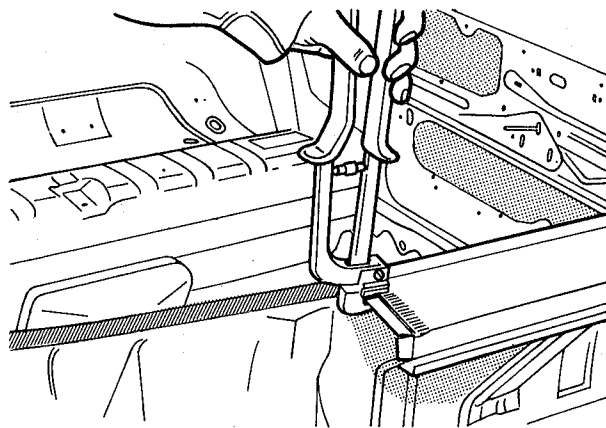

fig. 105
2. Com uma ferramenta de fazer rebaiços, fazer abas no painel do curvão (fig. 105)